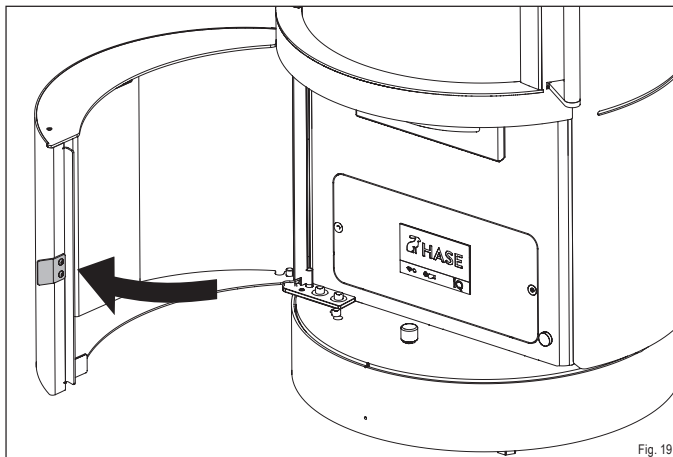

Fig. 19
- ▶ Ouvrez la porte de service (Fig. 19).